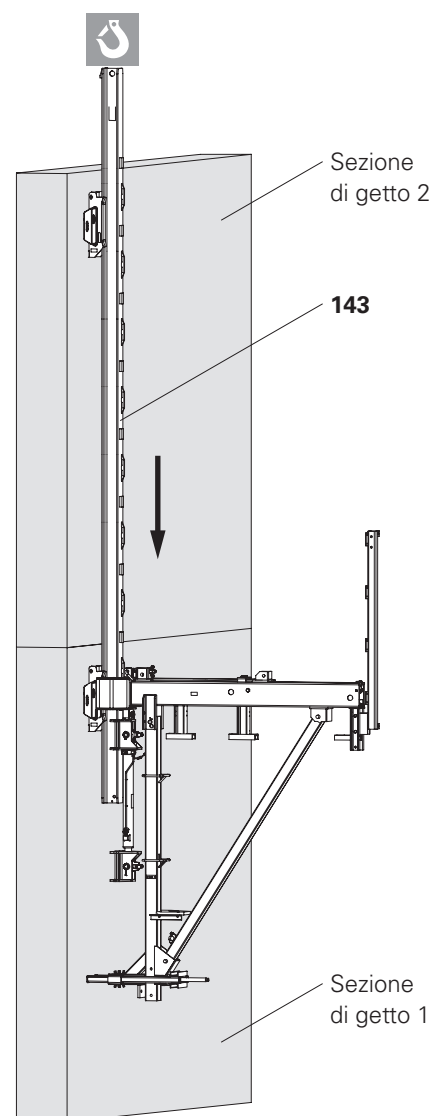

Fig. C6.05
- Per una migliore visione d'insieme, per la Fig. C6.05 è stata scelta una rappresentazione semplificata.